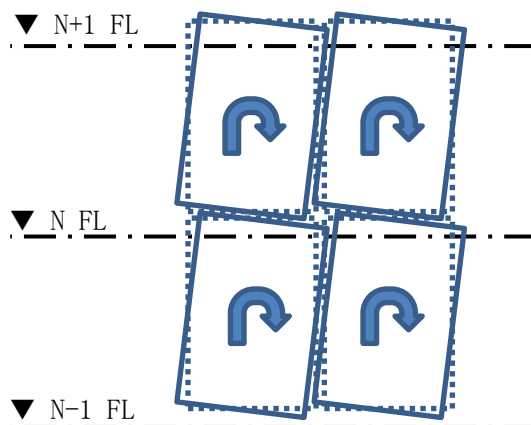

図7 ロッキング方式
(2) 層間変位追従性能による分類
① ロッキング方式 (図7)